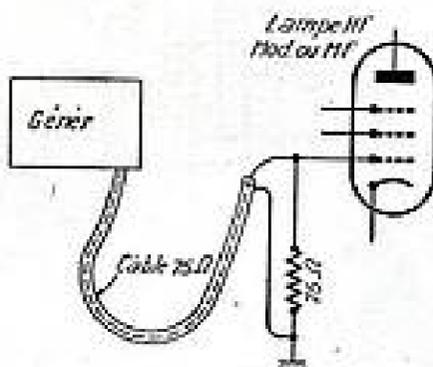

FIG. 5
La première consiste à connecter ce câble aux bornes « antenne 75 Ω » du récepteur. On peut aussi effectuer la liaison comme l'indique la figure 5. Cette disposition est intéressante surtout lorsqu'on veut brancher le générateur à une lampe modulatrice ou moyenne fréquence. Cette lampe peut être également une triode.
Remarque que si la sortie du générateur avait une autre valeur que 75 Ω , il suffirait dans le cas du dispositif de la figure 5, de remplacer la résistance de 75 Ω par cette autre valeur.
b) On connecte le câble du générateur, comme indiqué sur la figure 5, à la grille modulatrice. La fréquence d'accord du générateur est $f_{max} = 22,5$ Mc/s.